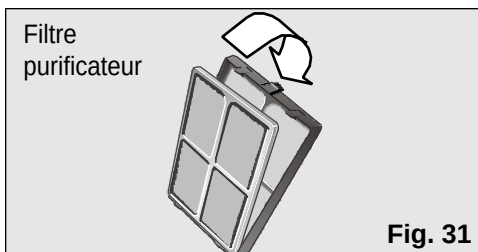

Fig. 31
- ☐ Placez le filtre purificateur dans le filtre de base tel que cela est indiqué sur la **Fig. 31**.